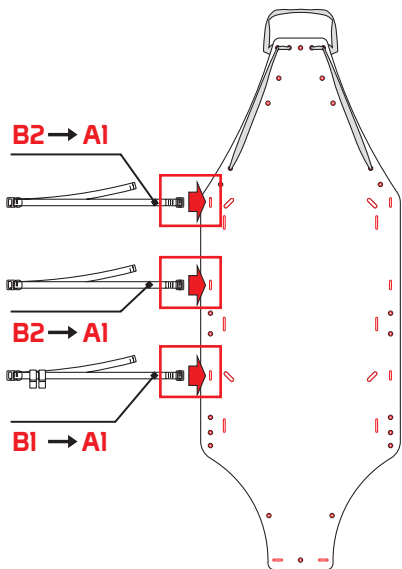

Fig.11
- inserire le fettucce (B1 e B2) nelle asole A1 del piano di appoggio (fig. 11),